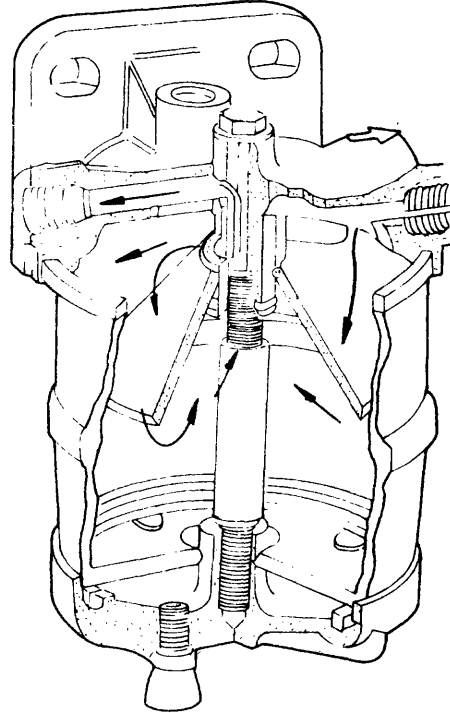

Fig. 9
*Filtro trampa con sedimentador (fig. 9)*